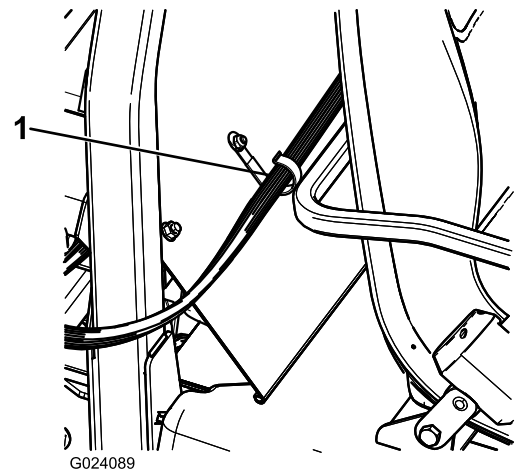

**Figure 21**
1. À l'aide des vis existantes, fixez les 2 clips en J dans la console centrale, aux emplacements indiqués à la Figure 20 ou Figure 21.